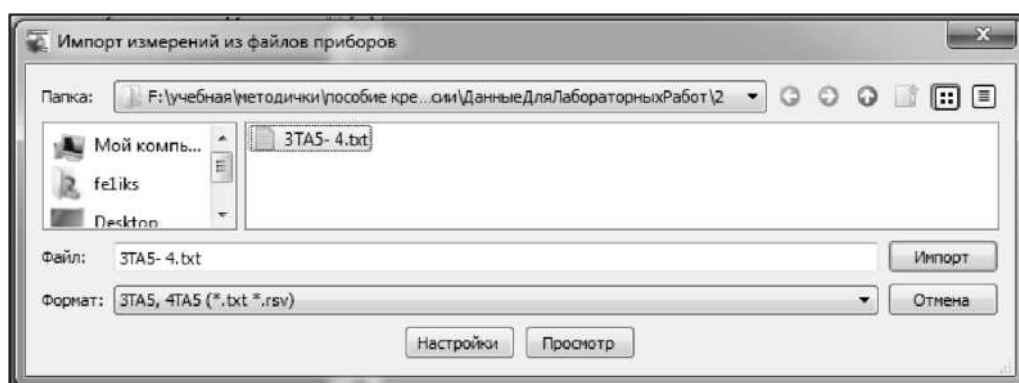

Рис. 4.1
1. Откройте проект Обоснование и выберите команду **Файл/Импорт/Наземных измерений**. В выпадающем списке **Формат диалога Импорт измерений из файла приборов** выберите формат **ЗТА5** и укажите файл *3ТА5- 4.txt*. (рис. 4.1).